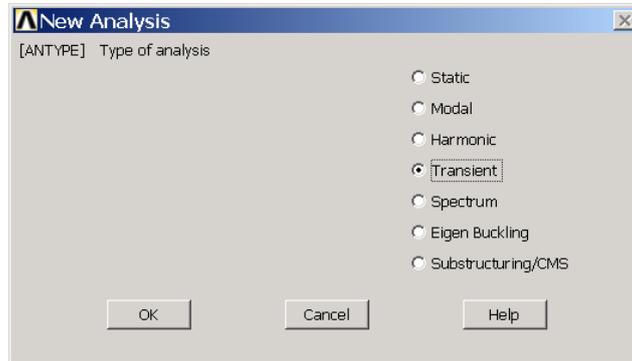

图10.31 选择分析类型
(2) 单击 Main Menu>Solution>Analysis Type>New Analysis 菜单, 弹出如图 10.31 所示的对话框。选择【Transient】单选按钮, 单击【OK】按钮。